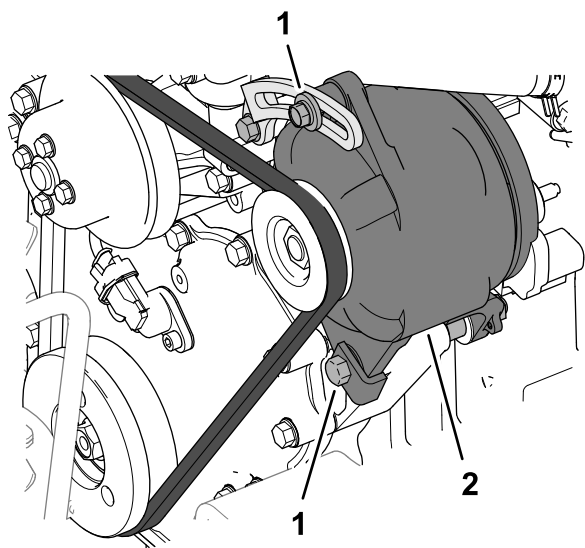

图 100
每操作 100 个小时后检查皮带的状况和张紧力 (图 100)。
5. 如果皮带下压超过或不到 10mm 请松开发电机固定螺栓 图 100。